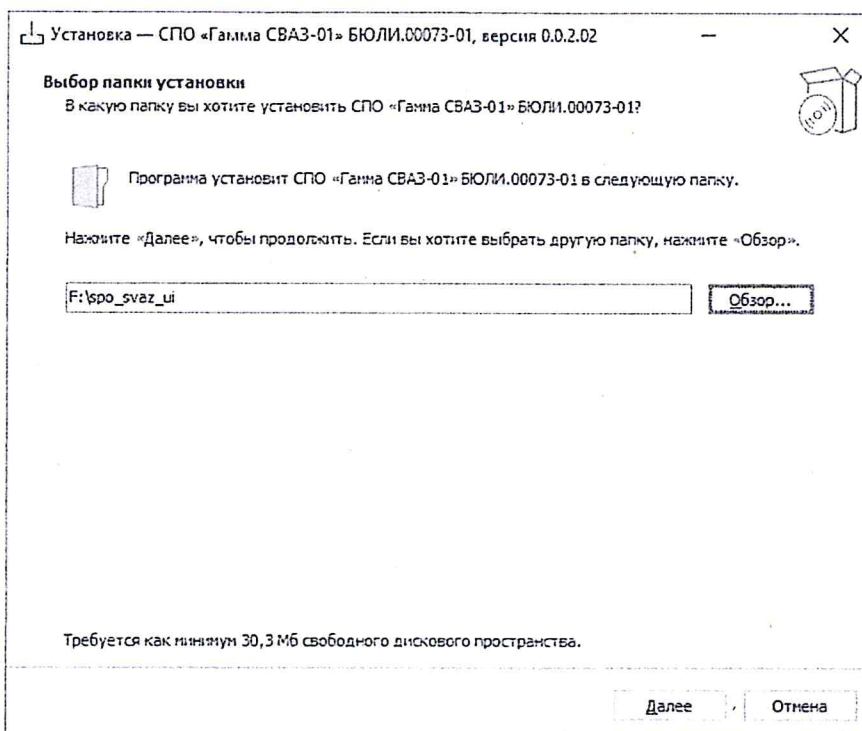

Рисунок 21 – Окно «Выбор папки установки»
- в открывшемся окне выбрать папку для установки программы и нажать кнопку «Далее» (Рисунок 21);